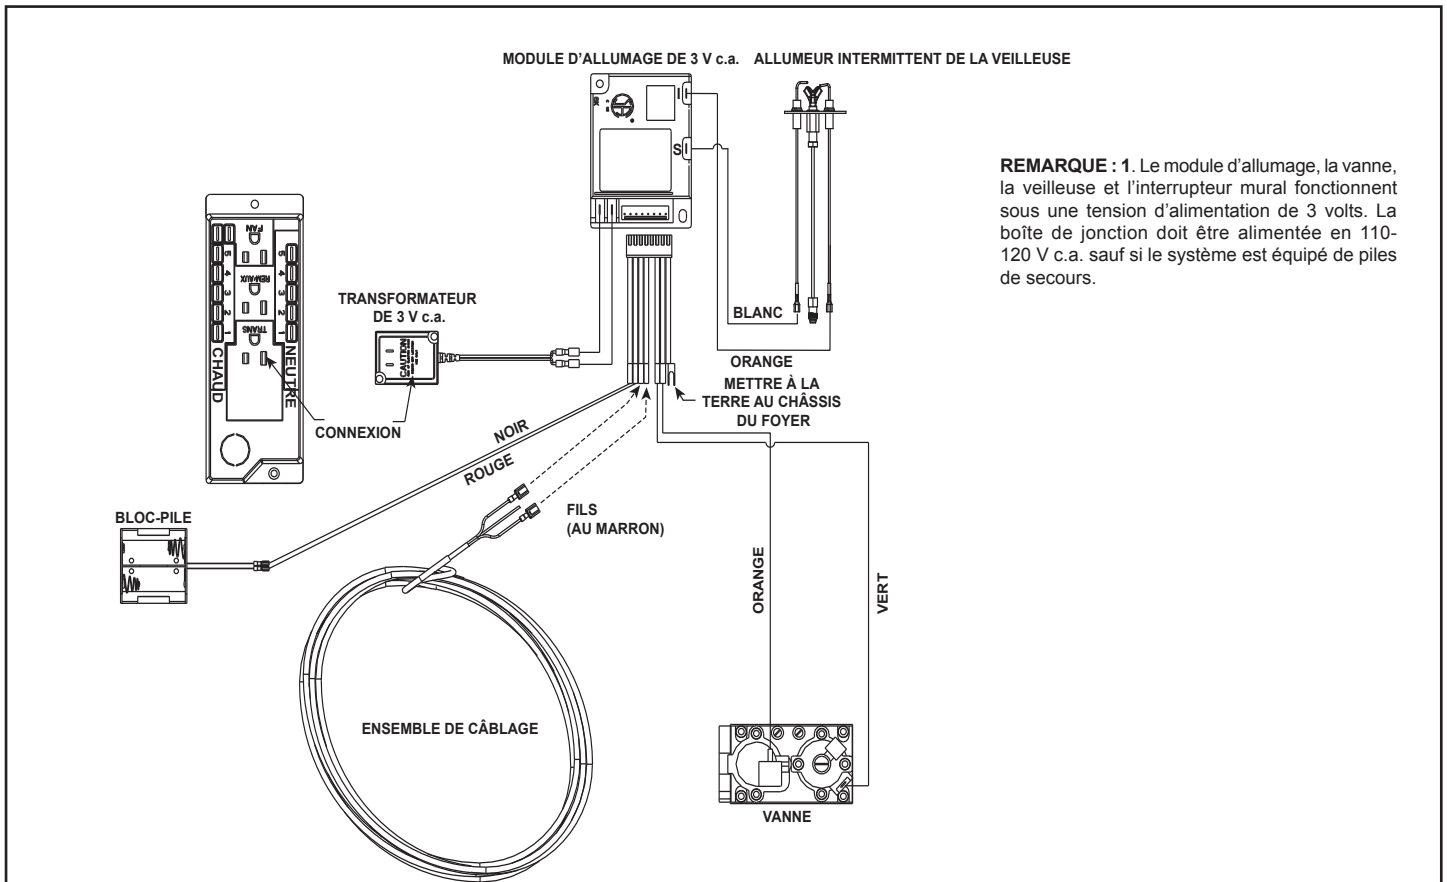

Figure 8.2 Schéma de câblage du système d'allumage par veilleuse Intellifire (IPI) avec interrupteur mural ou thermostat (standard)
- Veuillez référer à la figure 8.2 Schéma de câblage du système d'allumage par veilleuse Intellifire (IPI).